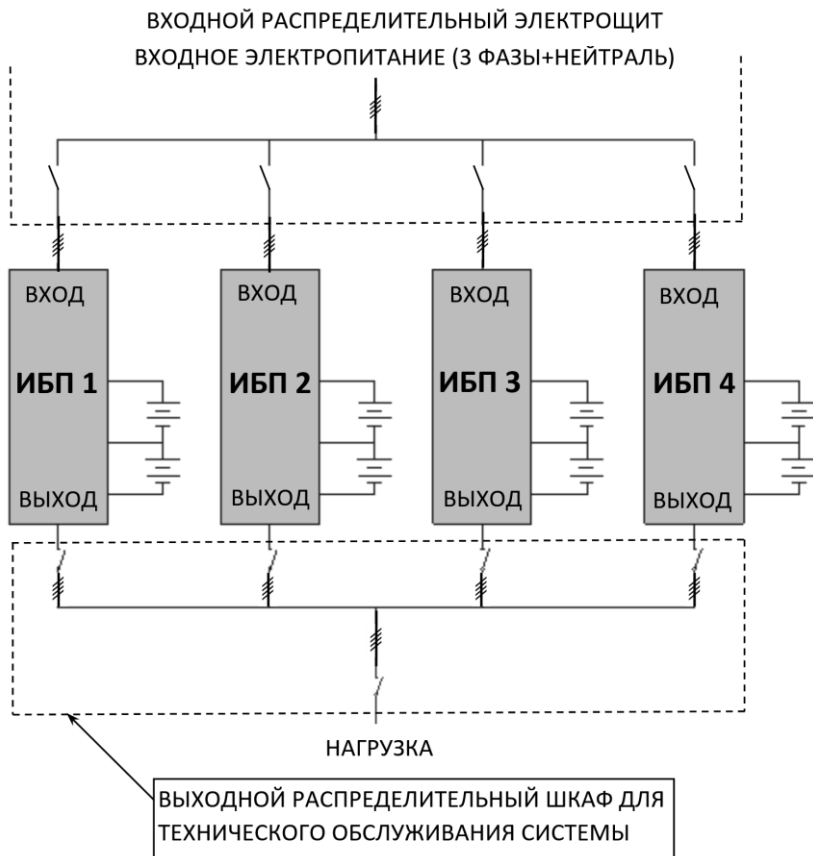
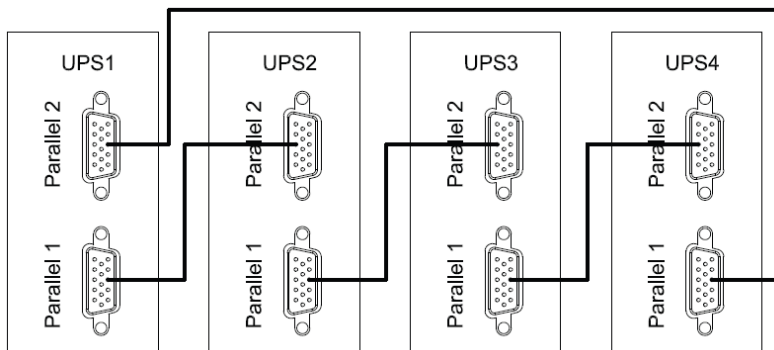

Рисунок 24 — Пример схемы подключения четырех изделий в систему параллельного резервирования с выходным распределительным шкафом.
Рисунок 25 — Схема соединения изделий в «кольцо» через параллельные порты.
Изделие имеет встроенный параллельный контроллер и может работать в системе бесперебойного питания с параллельным резервированием (см. рисунок 24 и рисунок 25). Целью такой системы является либо повышение надежности (резервирование), либо увеличение общей выходной мощности (масштабирование).
Установите дополнительные внешние выходные выключатели (см. рисунок 24) между выходными клеммами каждого изделия и общими шинами, тщательно соблюдая фазировку.
- отключите входное сетевое питания каждого изделия. Убедитесь в том, что все внешние выключатели разомкнуты (см. рисунок 24);